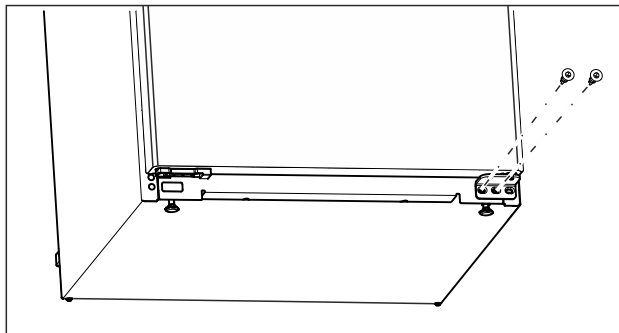

Fig. 15
- ▶ Відкрутіть середній гвинт на нижньому опорному кронштейні за допомогою викрутки Torx 20. (див. Fig. 15)
- ▶ Відкрутіть внутрішній гвинт на нижньому опорному кронштейні за допомогою викрутки Torx 20. (див. Fig. 15)